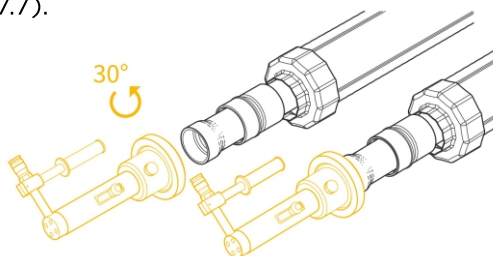

Рис. 5.7.7
- 5.** Сравить давление в насосе. Повернуть гидроцилиндр с насадкой на 30° и повторить предыдущую операцию (рис. 5.7.7).